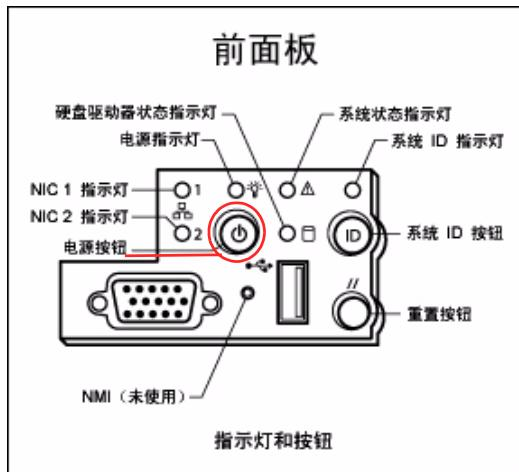

图 2-24 电源按钮和前面板明细
5. 按前面板 (前盖后面) 上的 Power (电源) 按钮 (图 2-24)。